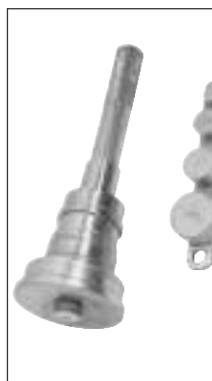

Fig. 1.20A
16. oso ing conjunto ler instal - S131 050 0 (Fig. 1.20A)